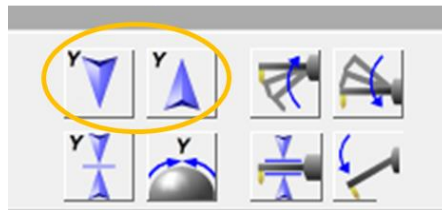

図 5 Y 軸移動方法
- (5) Y 軸が動くことを確認→エラーが出る場合は再起動(図 5)